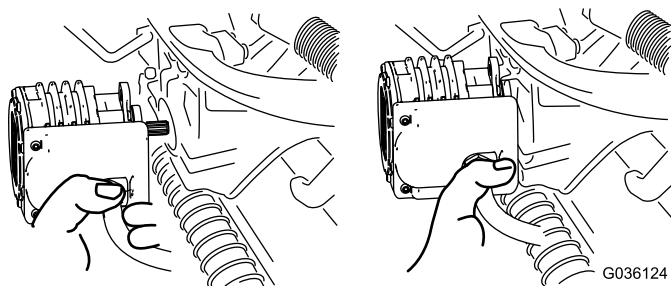

Figura 53
- Mova o motor para o local de armazenamento na parte da frente do braço de suspensão (Figura 53).